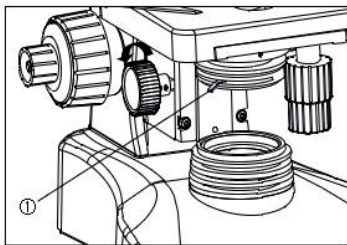

Fig.20
3.3.4 Ajuste del condensador (Fig.20)
3.3.5 Apertura Ajuste del diafragma del iris (Fig.20,21)